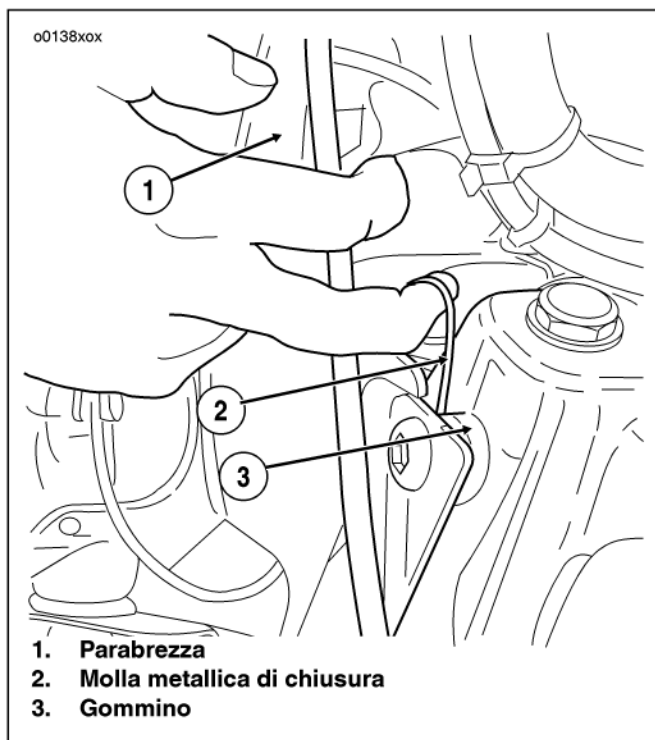

Figura 36. Gruppo parabrezza
1. Vedere la Figura 36. Inserire le dita nelle molle a forma di anello sui due lati del parabrezza e spostare in avanti la SOMMITÀ del gruppo parabrezza, sino a far fuoriuscire dai gommini le tacche SUPERIORI della staffa.
1. Vedere la Figura 36. Inserire le dita nelle molle a forma di anello sui due lati del parabrezza e far scorrere le tacche INFERIORI della staffa del parabrezza nei gommini inferiori.